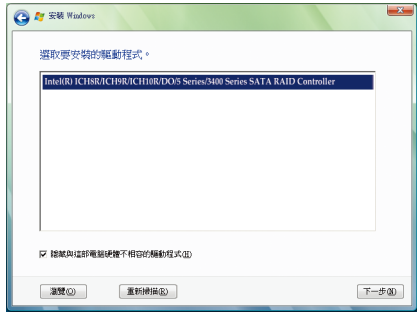

图7
当出现图7的画面后请选择「Intel(R) ICH8R/ICH9R/ICH10R/DO/5 Series/3400 Series SATA RAID Controller」驱动程序并按「下一步」。